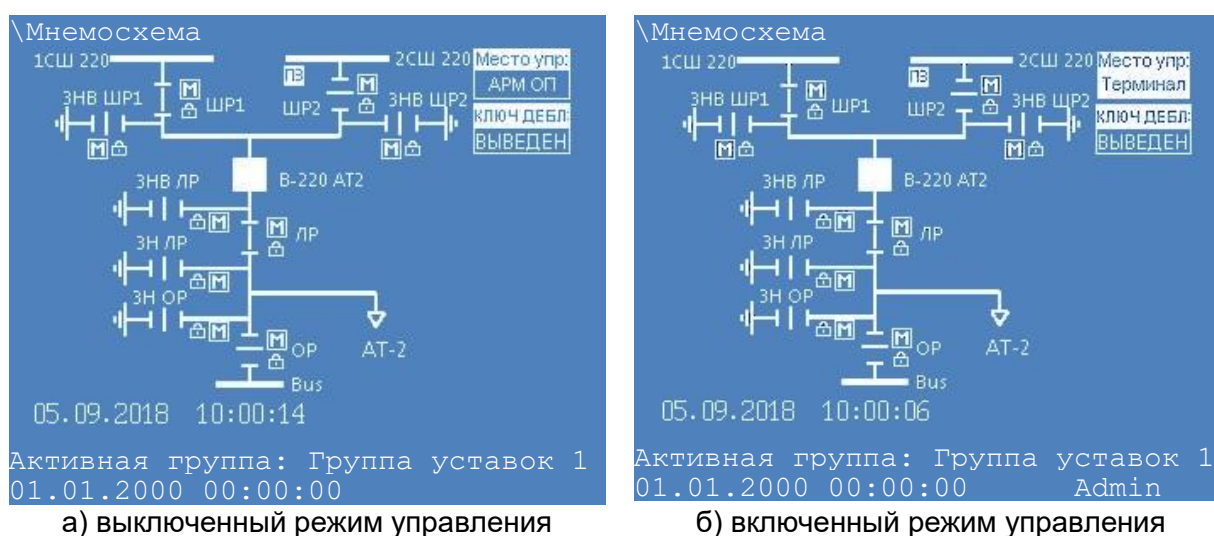

Рисунок 31 – Внешний вид меню **Мнемосхема**
2.3.5.8.2 В меню **Мнемосхема** отображается текущее состояние объектов как при выключенном, так и при включенном режиме управления. При включенном режиме управления в строке статуса отображается логин авторизовавшегося пользователя (см. рисунок 31).